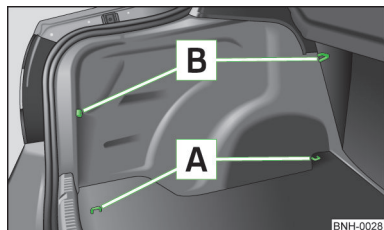

Fig. 72
**Elementos de sujeción » fig. 72**
La argolla delantera **B** se encuentra detrás del respaldo de asiento abatible » fig. 72.